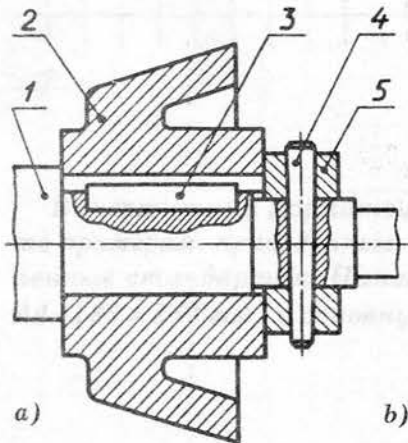

Рис. 54
Рассмотрите чертеж (рис. 54, а) и ответьте на вопросы.
3. Каковы размеры детали 3, если она имеет обозначение: «Шпонка 14 × 9 × 36»? Выполните ее чертеж и технический рисунок (см. рис. 54, б).